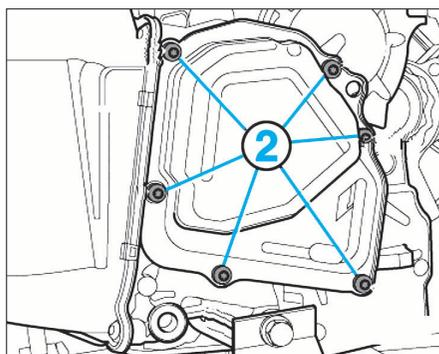

FIG. 19
- les vis (2) du couvercle de pompe à huile puis le déposer (Fig.19).